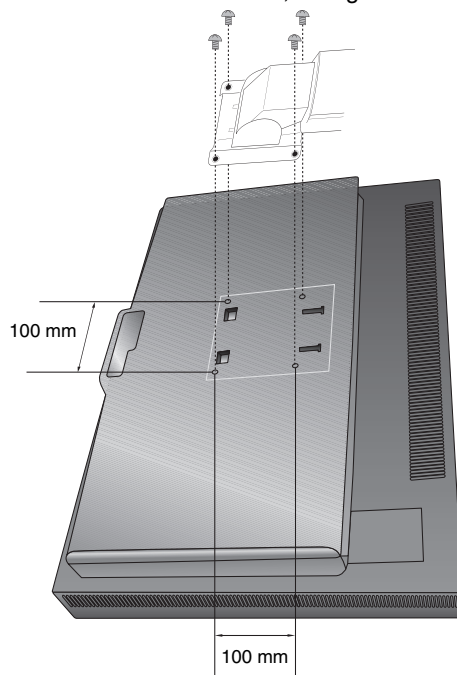

Figura S.1
3. Sistemare il monitor rivolto verso il basso su una superficie non abrasiva (**Figura S.1**).
4. Afferrare con una mano la base e con l'altra la leva di sblocco rapido. Premere e tenere premuta la leva di sblocco rapido nella direzione indicata dalle frecce (**Figura S.1**).
5. Sollevare il supporto per sganciarlo dal monitor (**Figura S.1**). Ora è possibile montare il monitor con un metodo alternativo. Invertire il processo per riapplicare il supporto.